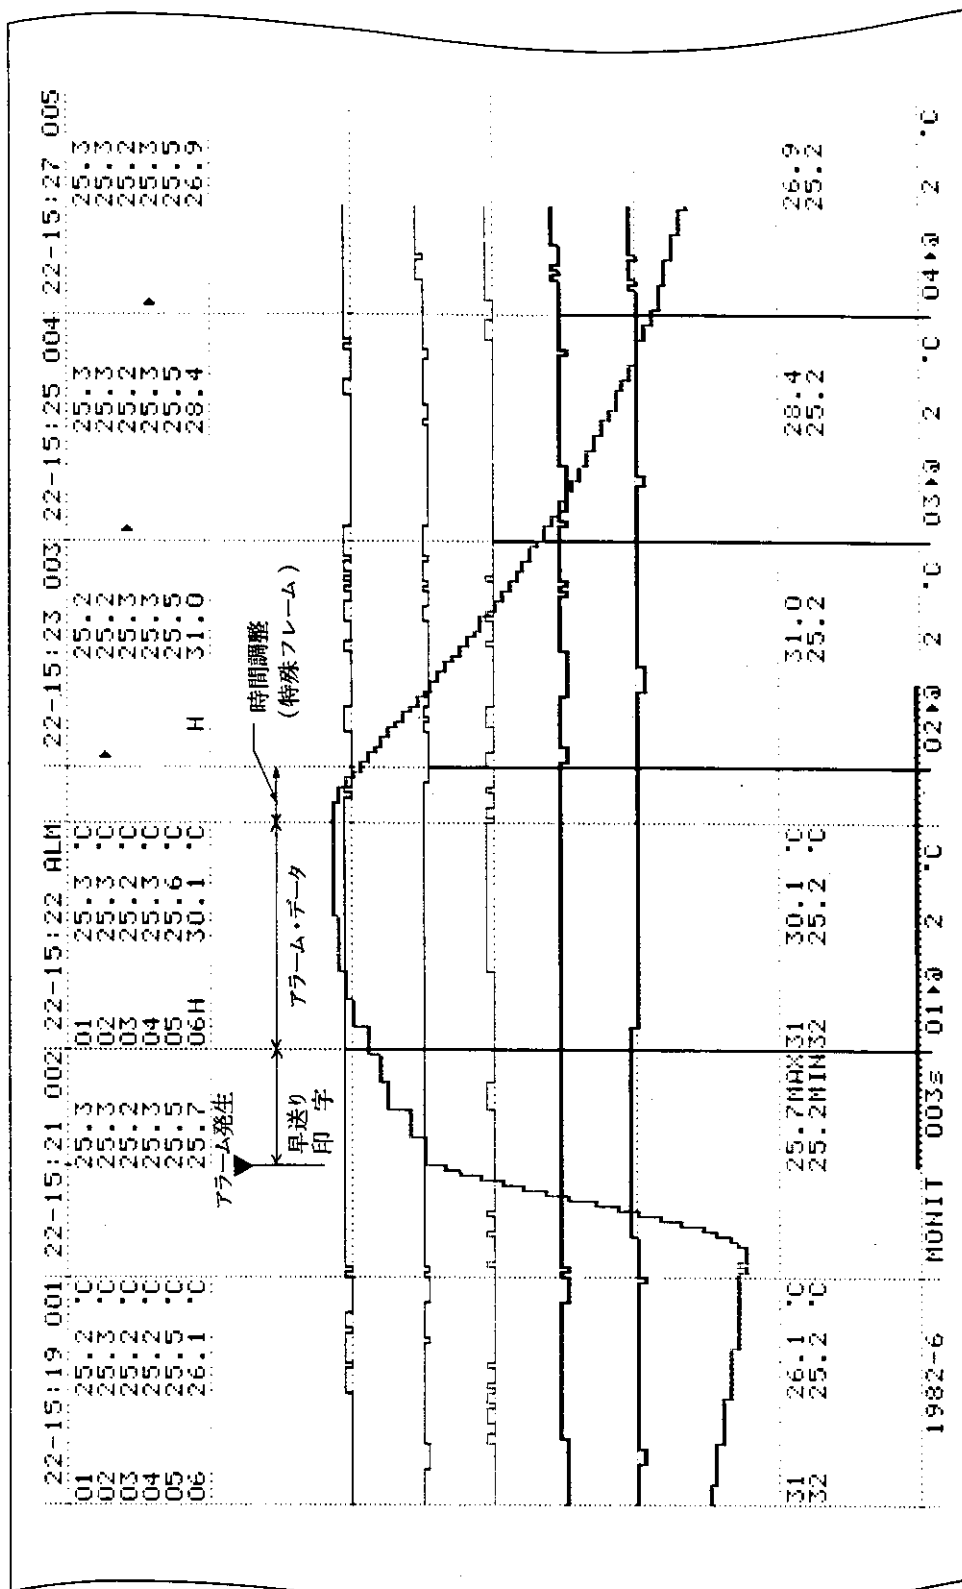

図 4-22 印字例20 : アラームが続けて発生した場合
- **M/AL** (Monitor/Alarm)モード、または**L/M/AL**(Log/Monitor/Alarm)モードを設定してある場合で、特殊フレームを印字していない時は、早送り印字動作に切換わってから、まず現在実行中のフレームを印字し、その後アラーム・フレームにすべてのチャンネルのデータを印字します。アラーム・フレームの印字が終了しますと再び通常の印字速度に戻り、特殊フレームを記録します。〔図4-22〕参照